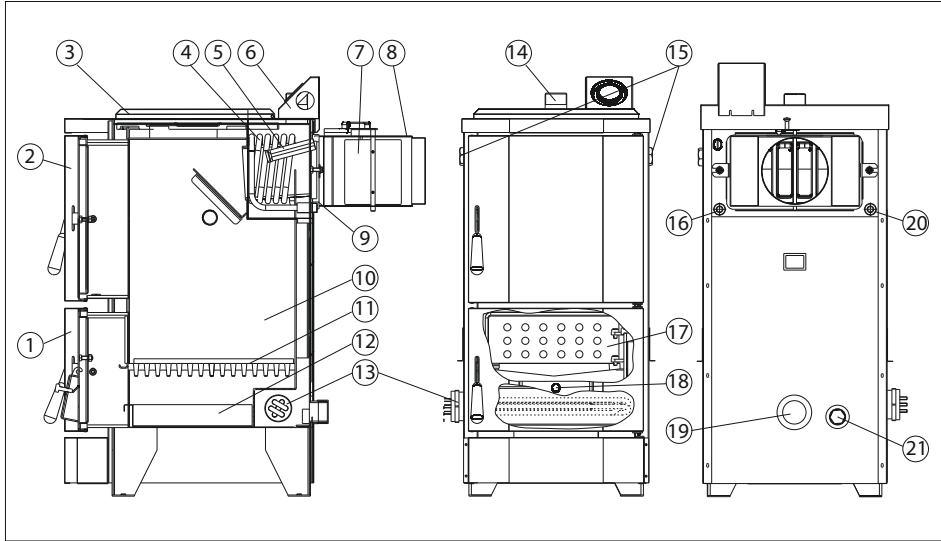

Рис. 1. Будова апарата
Перед пуском апарата в роботу необхідно обов'язково перевірити тягу в димоході. Для цього потрібно піднести аркуш тонкого паперу до відкритої заслінки (рис.1 поз.8), аркуш повинен засмоктуватись в середину апарата.
| (2) Стаканчик (поз.5 рис.1) |
Для установки ТЕНа необхідно злити воду з апарата (системи опалення), відкрутити заглушку (поз.13 рис.1) і встановити на її місце ТЕН з характеристиками, що відповідають таблиці 3. Залити воду в апарат (систему опалення). Перед запуском апарата перевірити герметичність установки ТЕНа.